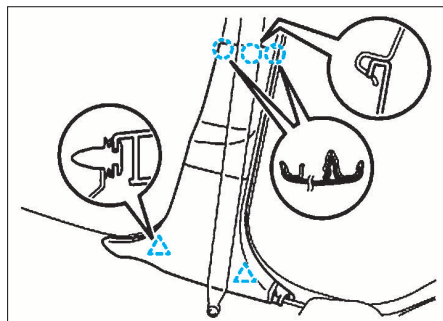

FIG. 17
- Déposer la garniture inférieure du montant de pied de milieu (fig. 17)